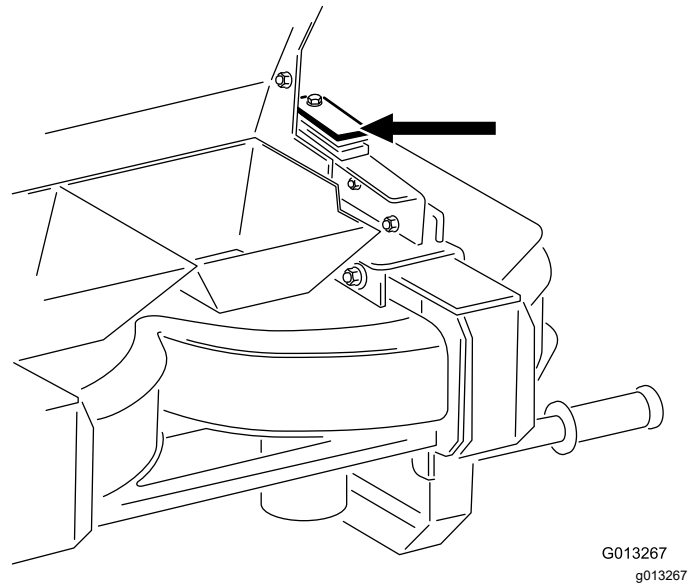

Figura 2
1. Se pretender utilizar um rotor duplo no mesmo adubador, remova o espaçador de plástico de 9,5 mm ($\frac{3}{8}$ pol.) como se mostra na Figura 2, bem como o espaçador de metal de 6,4 mm ($\frac{1}{4}$ pol.) e substitua-os com os espaçadores de plástico e de metal fornecidos. O mesmo vai permitir que as placas da calha previamente instaladas permaneçam no sítio quer esteja instalado um rotor duplo ou um kit de correia transportadora e articulação.